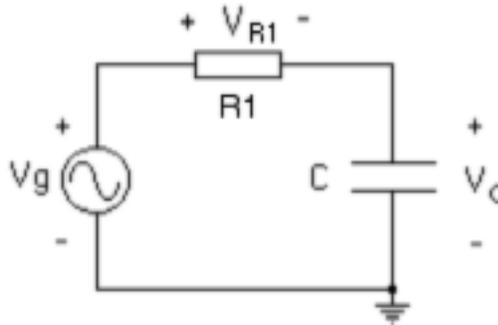

Figura 4.1. Circuito RC
12.- Para realizar mediciones de voltaje, frecuencia y desfase, se va a montar el circuito de la Figura 4.1. Haga el diagrama circuital en **SPICE** del circuito y realice el análisis **TRANSIENT** aplicando una fuente sinusoidal con los valores indicados por su profesor, a fin de obtener en una misma gráfica dos o tres ciclos del voltaje de entrada y del voltaje sobre el condensador.
18.- Haga el esquema del circuito de la Figura 4.1 con los valores indicados por su profesor e incluya la ubicación de las puntas de prueba del osciloscopio para poder observar el voltaje del generador y el voltaje sobre el condensador.